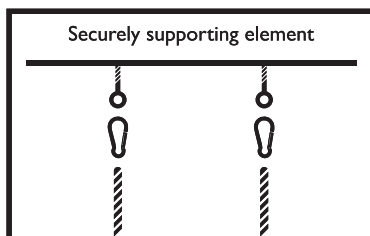

Fig. 1
8. Installationsmethode: Die Installation des Produkts erfolgt durch die Verknüpfung der Metallringe mit dem Riemen und der Karabinerhaken. Siehe Abb. 1.